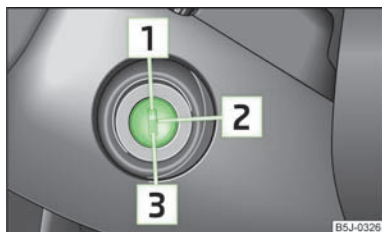

Fig. 79
- Carregue a fundo no pedal da embraiagem, ligue a ignição » Fig. 79 e ligue o motor - não acelere. Mantenha o pedal da embraiagem carregado, até o motor pegar.
Desligue o motor, rodando a chave de ignição para a posição » Fig. 79.